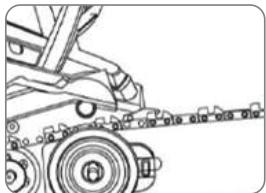

Abb. 9
5. Positionieren Sie die Führungsschiene und die Sägkette so, dass das Zentrumloch des Scheibenrades auf den Schraubenbolzen gesetzt wird, und legen Sie die Sägkette auf das Kettenrad (siehe Abb. 9).